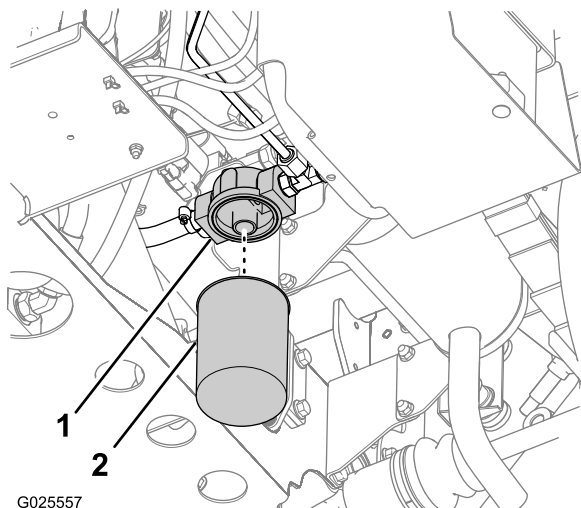

図 90
2. フィルタ取り付け部の周辺をウェスできれいにぬぐう 図 90。
3. フィルタの下にオイルを受ける容器をおく 図 90。
4. フィルタを左に回して外す 図 90。
5. フィルタのアダプタの取り付け部をきれいに拭く 図 90。
7. フィルタのアダプタにフィルタをねじ込んで取り付ける。ガスケットがアダプタの取り付け面に当たるまで手で回し (図 90、そこからさらに 1/2 回転増し締めする 図 90。